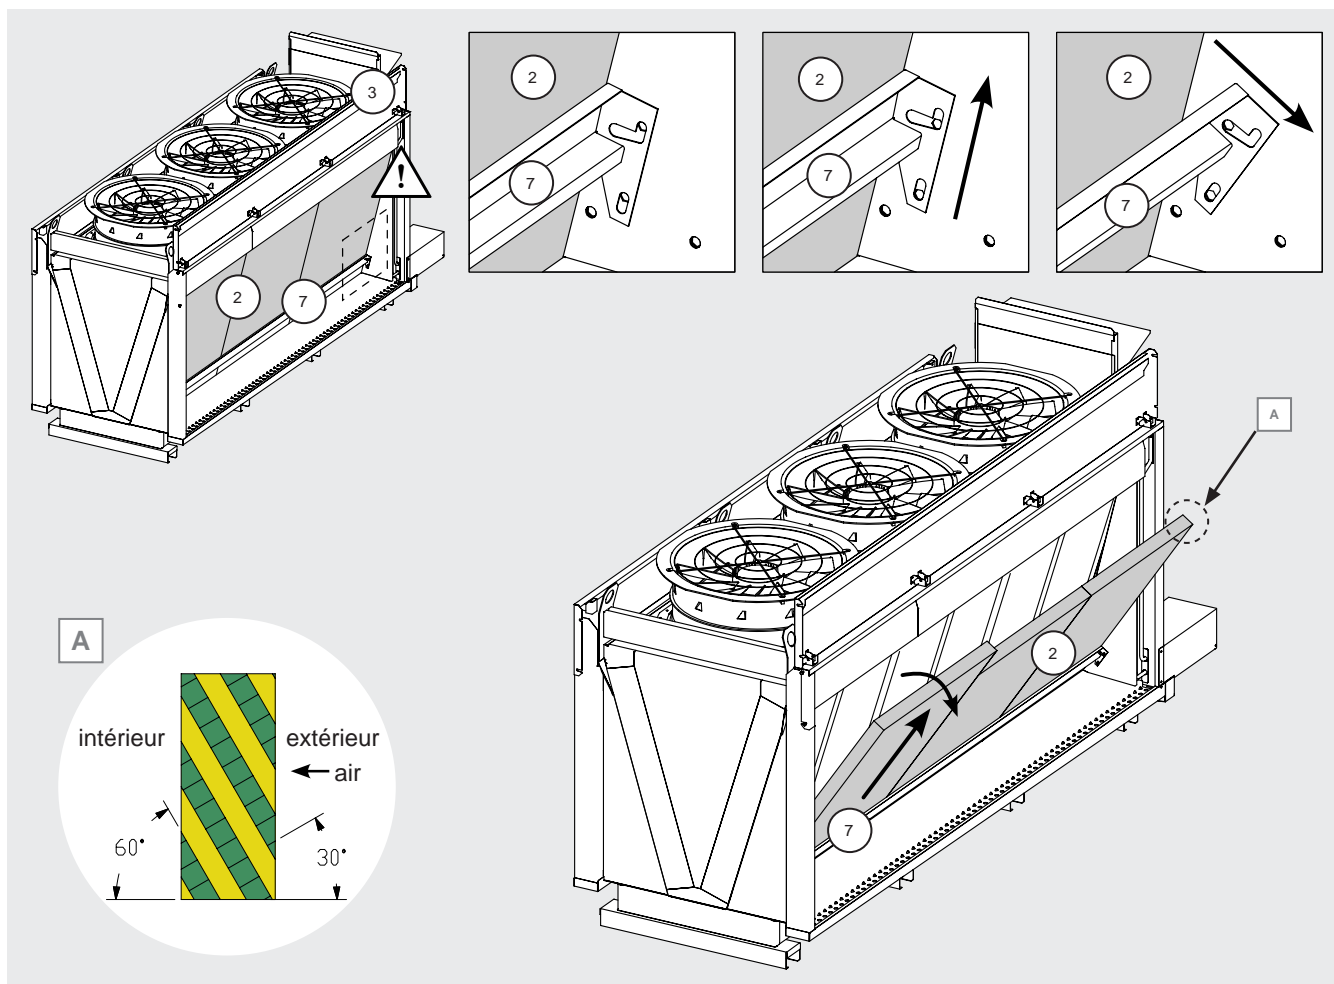

Figure 25
- 12.11.23 Tirer la barre transversale (7) vers le haut puis vers l'extérieur, en la faisant tourner. Attention: cette opération fait basculer le panneau en carton (2). Voir la Figure 25.
- 12.11.26 Faites attention au sens d'installation des panneaux. Voir la Figure 25 A.